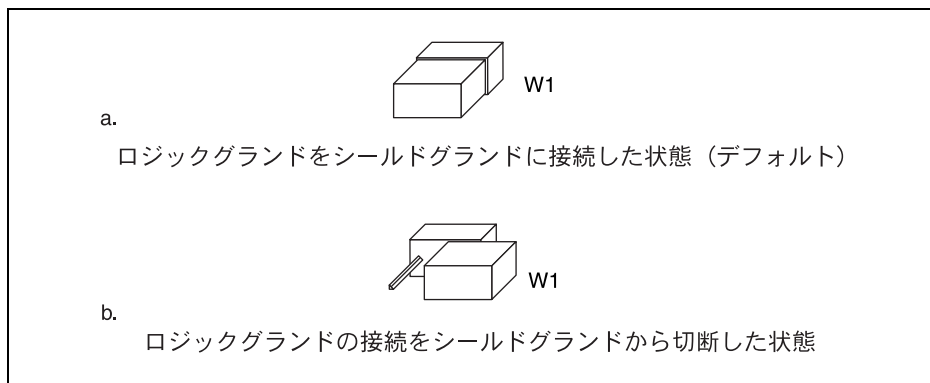

図 12 NEC-GPIB/TNT のグランド設定ジャンパの設定
2. このジャンパを取り外し、図 12 のように、ジャンパピン 1 本だけを覆うように差し込みます。